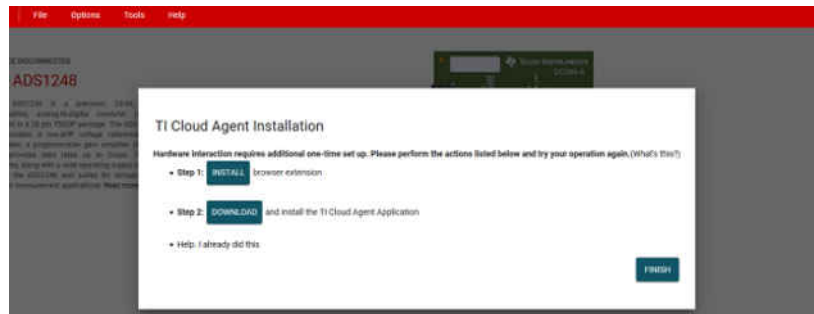

图 4-1. 浏览器扩展插件和 TI Cloud Agent 的安装
- a. 首次登录时，系统可能会提示用户下载并安装适用于 Firefox™ 或 Chrome™ 的浏览器扩展插件和 TI Cloud Agent 应用程序，如图 4-1 中所示。TI Cloud Agent 只需下载并安装一次即可。